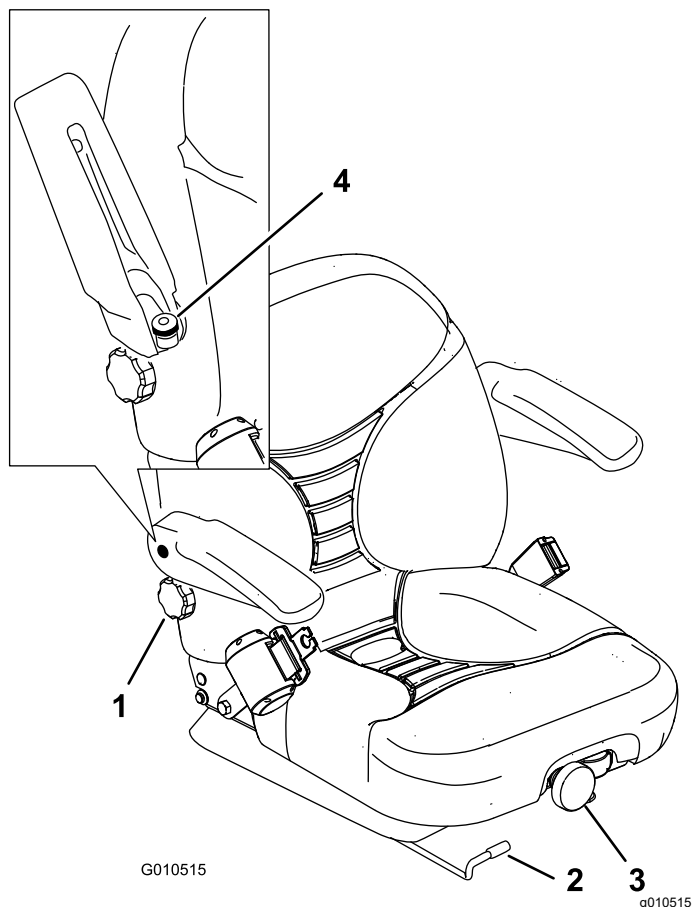

Рисунок 29
1. Переместите рычаг в сторону, чтобы разблокировать сиденье (Рисунок 29).
Для его регулировки поверните переднюю ручку в любом направлении для достижения максимального комфорта (Рисунок 29).
Для регулировки поворачивайте ручку под правым подлокотником в любом направлении для достижения максимального комфорта (Рисунок 29).
Поднимите подлокотник и поверните ручку в любом направлении для достижения максимального комфорта (Рисунок 29).